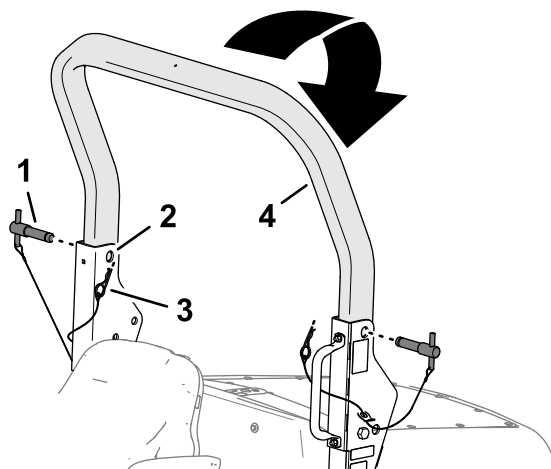

Figura 29
2. Togliete le coppiglie dai perni del roll bar nelle staffe orientabili del telaio del roll bar inferiore (Figura 29).
3. Mentre sostenete il peso della parte superiore del roll bar, togliete i relativi perni dalle staffe orientabili (Figura 29).